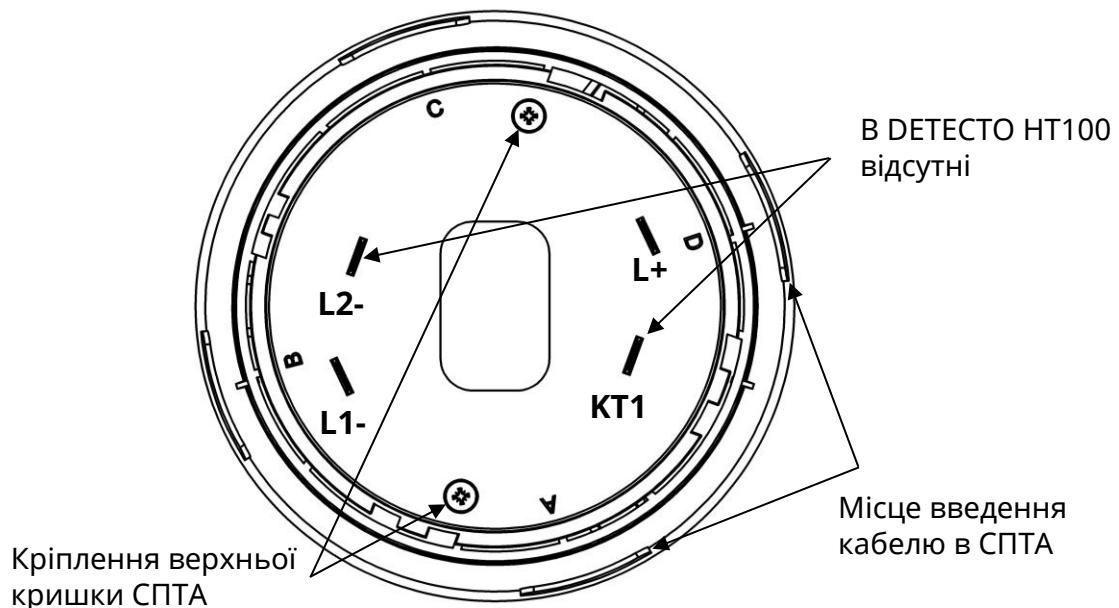
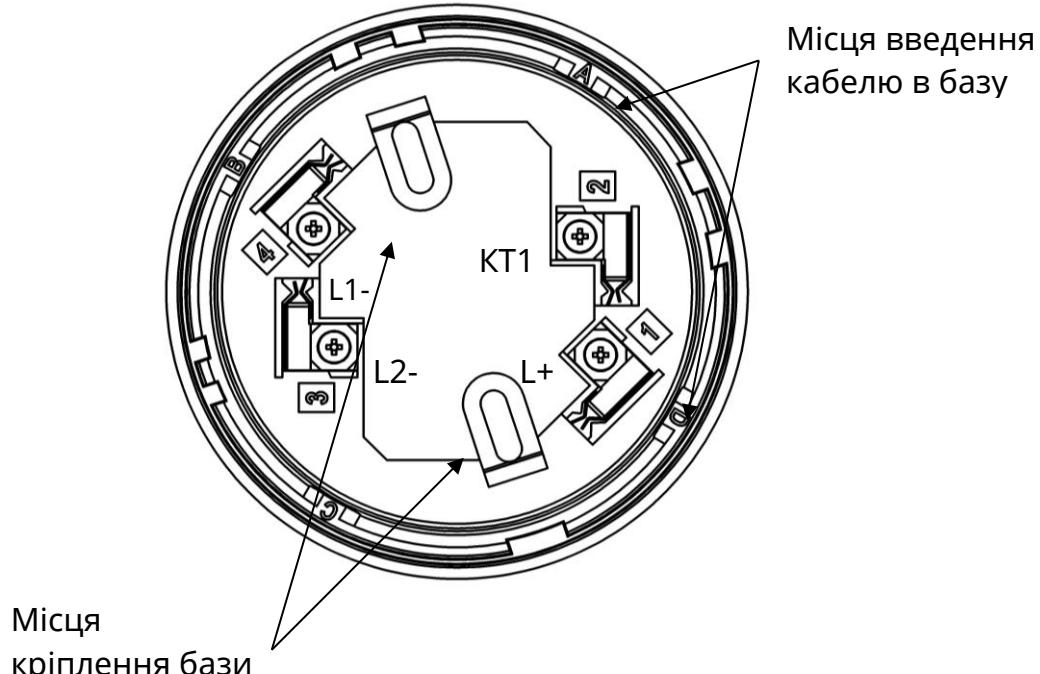

Рисунок 1 – Вигляд СПТА з боку контактів
Рисунок 3 – Розташування клем на базі СПТА
L2-	Клема підключення мінусового дроту AI. В СПТА DETECTO HT100 ця клема відсутня (рис.1)
KT1	Клема для підключення ВПОС. В СПТА DETECTO HT100 ця клема відсутня (рис.1)
- 3) закріпити дроти AI в гвинтових клемах бази відповідно до рис. 3 і таблиці 1. В базі СПТА DETECTO HT110 чотири клеми, в СПТА DETECTO HT100 – дві клеми;
5.3 Для випадків, коли кабель всередину бази заводять збоку, в самій базі та в кришці СПТА передбачені вікна, потрібні з яких вирізають. Ці вікна промарковані літерами «А», «В», «С», «Д» (рис.1, рис.3).